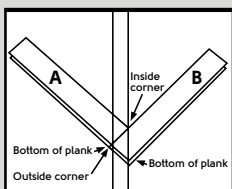

Fig. 5
5. Este es el ángulo inicial. Nota: se necesitan separadores de 3/16" (5 mm) en todas las paredes o pilares verticales (Fig 5).
6. Alinee el borde de la esquina exterior del tablón "A" con la esquina interior en la posición de la línea opuesta (Fig 5).